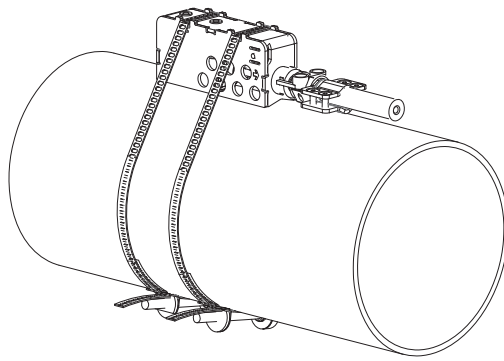

Fig. 9.50: Capteur dans la coquille de montage, monté avec une sangle de fixation et un fermoir
- Faites passer l'autre extrémité de la sangle de fixation dans la rainure sur le dessus du support de capteur (voir Fig. 9.50).